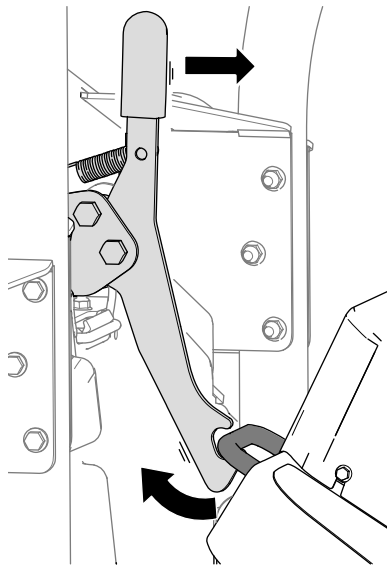

Bild 38
1. Lösen Sie die Verriegelung des Mähwerks von der Befestigungshalterung (**Bild 38**), indem Sie das Mähwerk leicht nach vorne drehen (siehe **Bild 36**) und den Verriegelungsgriff nach vorne ziehen.